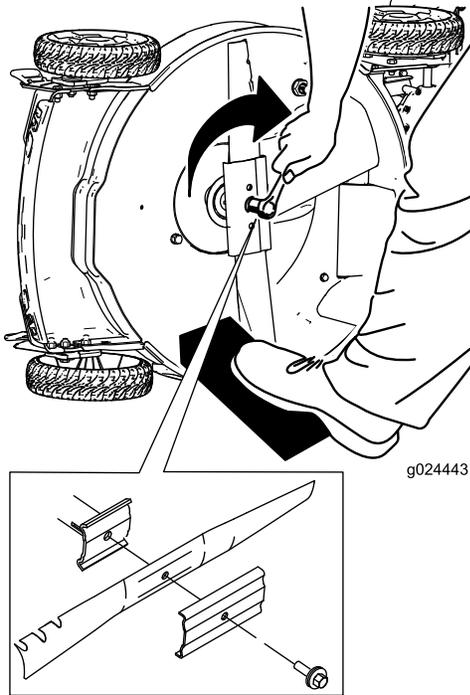

図 9
1. 新しいブレードを取り付ける。外したボルト類を使用する **図 9**。